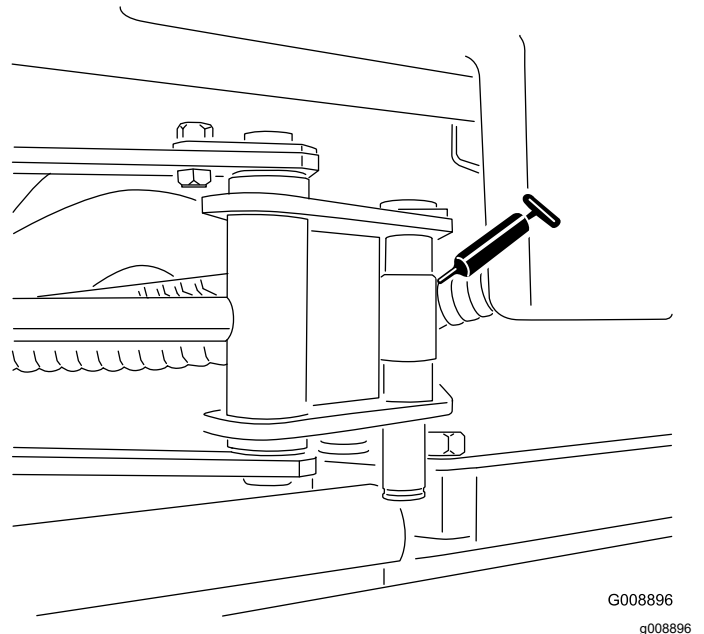

Figura 36
- 2 extremos de cilindro de sidewinder (Figura 36)